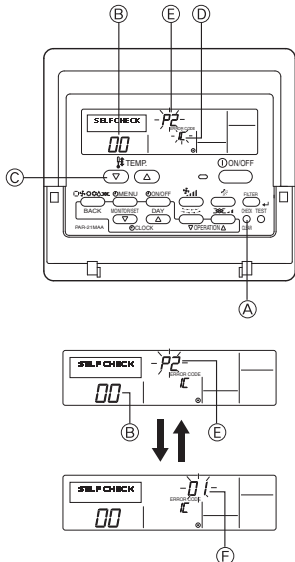

Fig. 7-2
7.3. การให้เครื่องตรวจสอบตัวเอง (Fig. 7-2)
- ① เปิดสวิตช์
- ② กดปุ่ม [CHECK] Ⓐ สองครั้ง
- ③ ใช้ปุ่ม [TEMP.] Ⓒ ตั้งค่าสารทำความเย็นหากใช้การควบคุมระบบ
- ④ กดปุ่ม [ON/OFF] เพื่อปิดการตรวจสอบตัวเอง